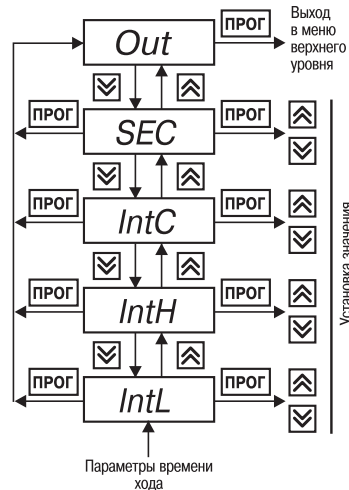

Рис. 18
6.2.2.7. Группа «**IntL**» предназначена для задания времени перемещения задвижки или затвора из одного концевой положения в другое (рис. 18). Код доступа для этой группы «\_ \_55».